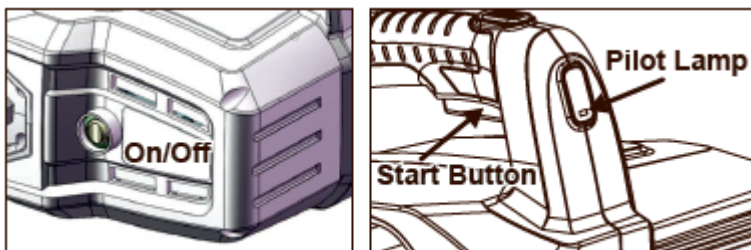

Fig.6
8. Schalten Sie den Netzschalter ein. Die Kontrollleuchte leuchtet auf. Drücken Sie anschließend die Starttaste, um die Seilwinde zu starten (Abbildung 6).